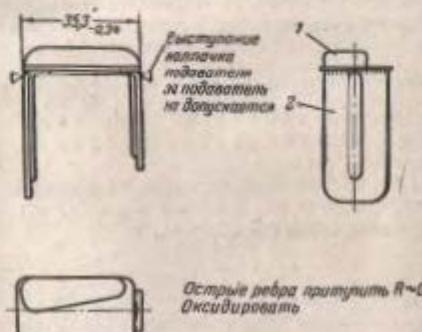

Рис. 156. Приварка колпачка подавателя:
(II) При нарушении сварки подавателя приварить колпачек подавателя электродуговой сваркой электродом Э34-3 и зачистить (рис. 156).